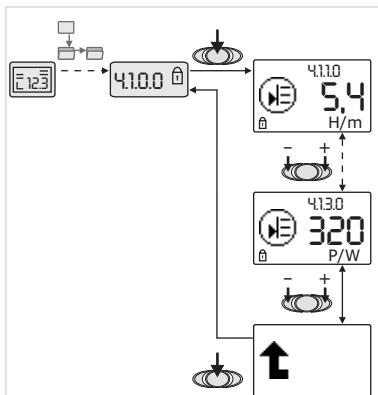

Fig. 35: Solicitud de información
- Pulsando una tecla de ajuste se accede a elementos de menú del tipo “Información” del submenú actual (véase Fig. 35). Para obtener una explicación de los ajustes representados por símbolos, véase la tabla del capítulo 8.7 “Referencia de elementos de menú” en la página 151.